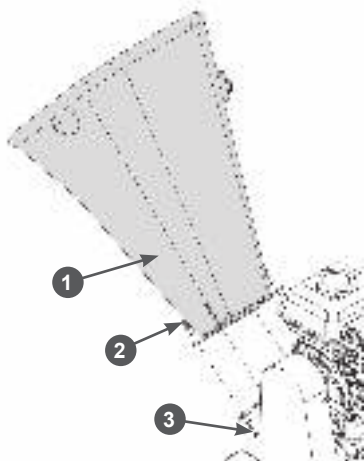

Рис. 8 Установка загрузочной воронки
5. Установите загрузочную воронку на фланец корпуса измельчителя и закрепите её с помощью болтов, шайб и гаек (Рис. 8). После этого соедините разъёмы цепи аварийного выключателя зажигания (разъём проводов от выключателя на загрузочной воронке и разъём проводов от двигателя).